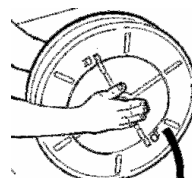

FIG 8
- Turn the drum upside down, Fig. 8 and take out the spring housing centre, paying the greatest care so that the spring does not jump out of it. Fig. 9-10
- Vänd på trumman, Fig. 8 och tag ut fjäderkassetten försiktigt så inte fjädern plötsligt hoppar ur. Fig. 9-10. Sätt fast kroken på den nya fjädern i centrumaxelns spår.